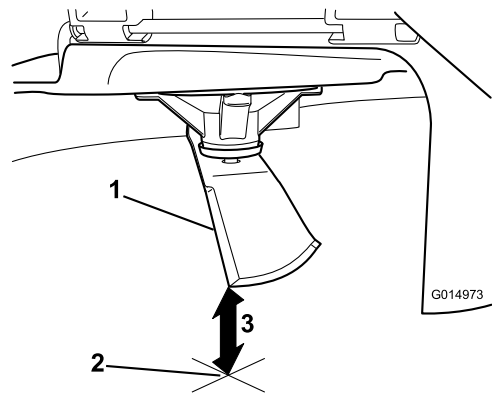

Bild 72
3. Messen Sie von der Messerspitze bis zu ebenen Fläche (Bild 72).